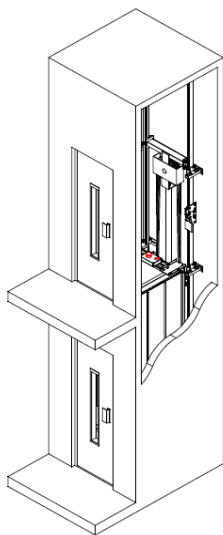

Fig. 1
- 1) Dejar la plataforma parada tal que el techo de cabina quede lo más enrasado posible con el nivel de la parada en la que se va a realizar el mantenimiento. (Fig.1)